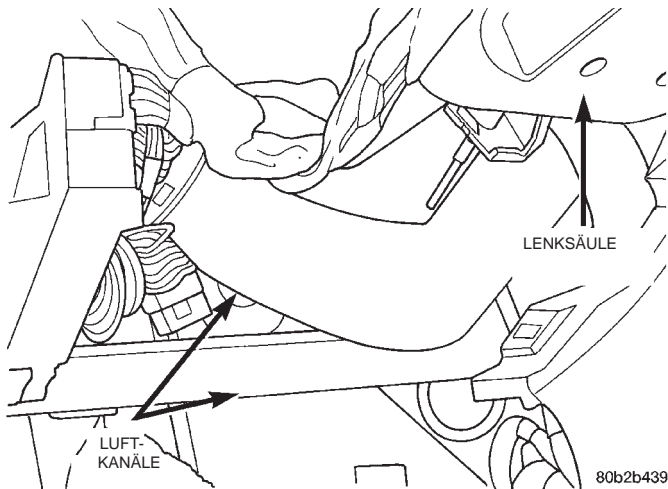

Abb. 23 Luftkanäle
(29) Die beiden Luftkanäle (Abb. 23) unterhalb der Lenksäule ausbauen.
(4) Die beiden Luftkanäle (Abb. 23) unterhalb der Lenksäule einbauen.